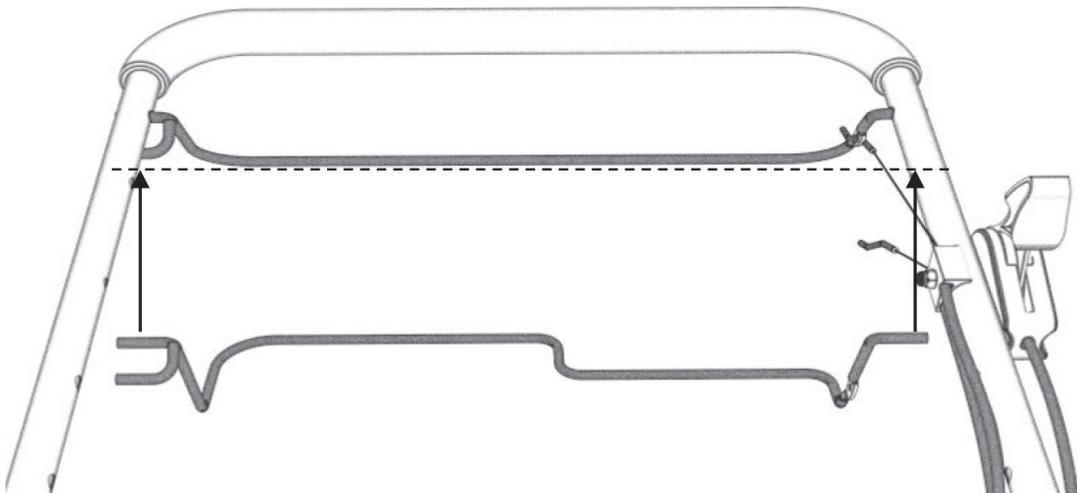

Рис. 6
- Вставьте два конца рычага привода колёс в два крепёжных отверстия на рукоятке пылесоса (рис. 6)